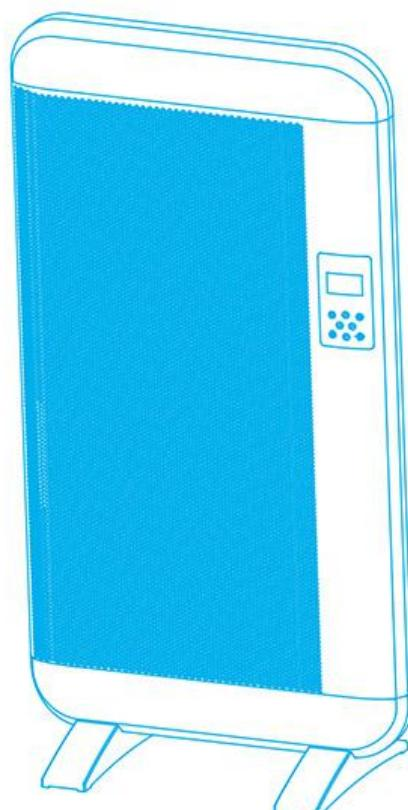

图2 Fig2
- 3、脚座安装好后，将产品转过来，放在平整的平面即可，如图2。
3、 Both foot base installed well, the heater will be reversed on the ground, Fig2.